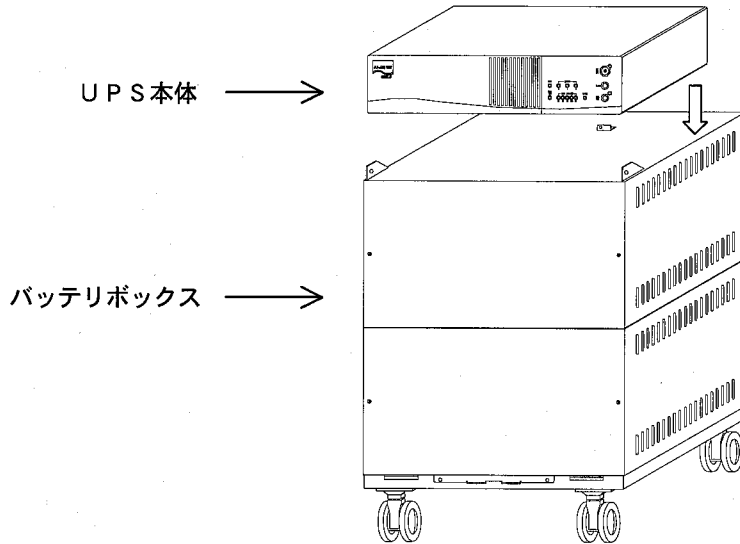

図1
- ① 設置する場所に装置を移動してから取り付けを行ってください。図1のようにバッテリーボックスの上にUPS本体を乗せます。